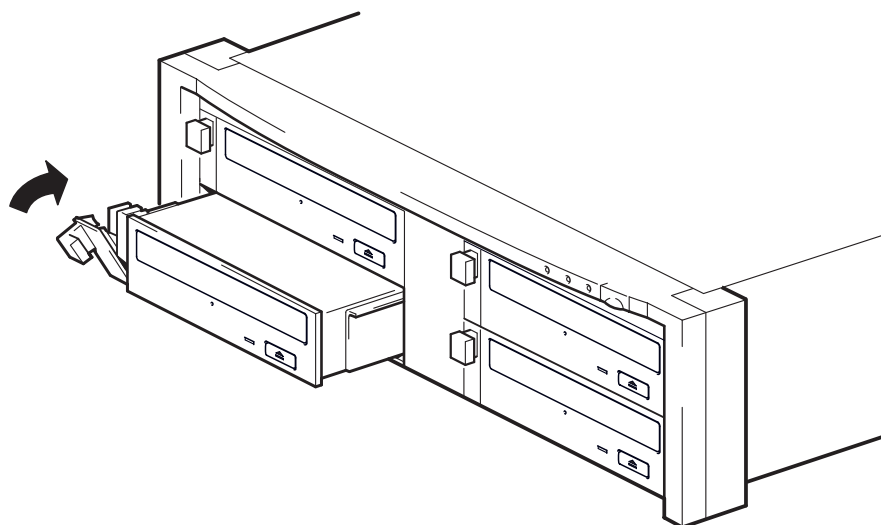

Figura 1b: installazione dell'unità
- 2 Far scorrere l'unità in uno degli alloggiamenti aperti, come indicato nella figura 1b, controllando che i binari guida su entrambi i lati dell'unità si inseriscano negli slot della parete divisoria. Con cautela ma decisione, far sì che l'unità sia inserita completamente, in modo che i connettori posteriori siano innestati correttamente. La leva di rilascio si chiuderà leggermente.